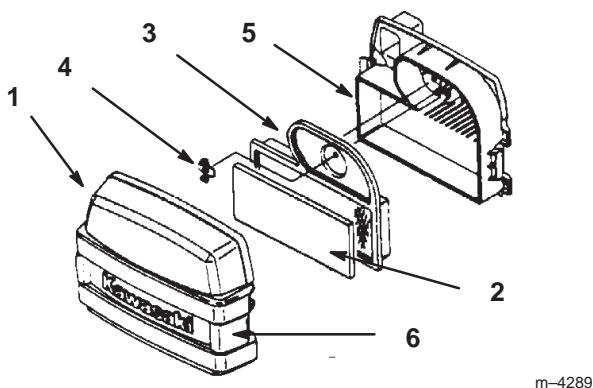

Figure 31
3. Nettoyez la surface autour du filtre à air pour éviter que des impuretés ne s'introduisent dans le moteur et l'endommagent. Dégagiez les deux fixations latérales et déposez le couvercle du filtre à air (Fig. 31).
4. Sortez délicatement l'élément en mousse de l'élément en papier (Fig. 31).
5. Dévissez l'écrou papillon et retirez l'élément en papier (Fig. 31).
1. Lavez l'élément en mousse dans de l'eau chaude additionnée de savon liquide (Fig. 31). Rincez soigneusement l'élément une fois propre.
1. Glissez délicatement l'élément en mousse dans l'élément en papier (Fig. 31).
2. Posez l'ensemble filtre à air sur sa base et installez l'écrou papillon (Fig. 31).
3. Reposez et verrouillez le couvercle du filtre à air (Fig. 31).